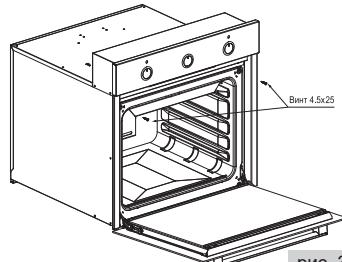

рис. 3
- Для устранения возможности случайного перемещения, электрошкаф крепится к мебели двумя винтами с потайной головкой (рис. 3).